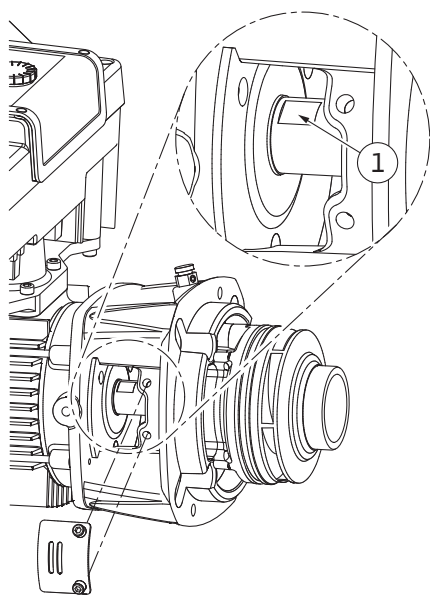

Fig. 106: Поверхности под ключ на валу
14. В окно фонаря ввести гаечный ключ (SW22 мм) и зафиксировать им вал на соответствующих поверхностях под ключ (Fig. 106, поз. 1). Открутить гайку рабочего колеса (Fig. I, поз. 22). Рабочее колесо (Fig. I, поз. 21) автоматически снимается с вала.
3. В окно фонаря ввести гаечный ключ (SW22 мм) и зафиксировать им вал на соответствующих поверхностях под ключ (Fig. 106, поз. 1).
10. В окно промежуточного корпуса (Fig. IV, поз. 38) ввести гаечный ключ (SW32 мм) и зафиксировать вал на поверхностях под ключ (Fig. 106, поз. 1). Монтировать рабочее колесо с подкладной шайбой (подкладными шайбами) и гайкой. Затянуть гайку. Избегать повреждений торцевого уплотнения из-за перекоса.